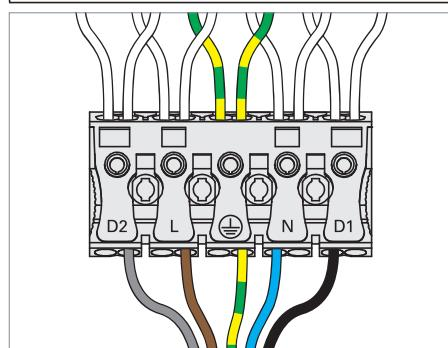

Fig. 5: Leuchte anschließen.
- ▶ Verbinden Sie die Adern der Anschlussleitung mit der Anschlussklemme am Leuchtenrahmen, siehe Fig. 5.